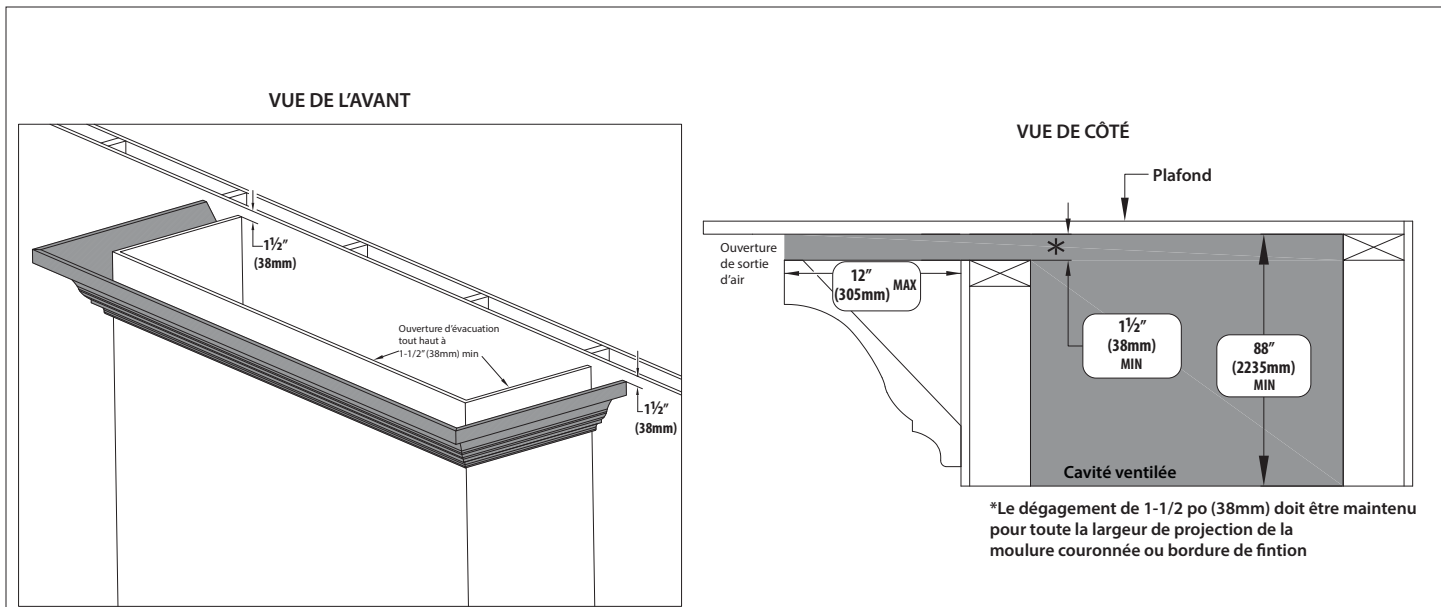

Figure 3.22, Installation d'une moulure couronnée (cavité ventilée au haut)
- La Figure 3.22 montre l'installation d'une moulure couronnée (ou bordure de finition similaire) allant jusqu'au bord de l'ouverture d'évacuation d'air. Cette moulure ou bordure ne doit pas réduire la surface d'ouverture minimale.